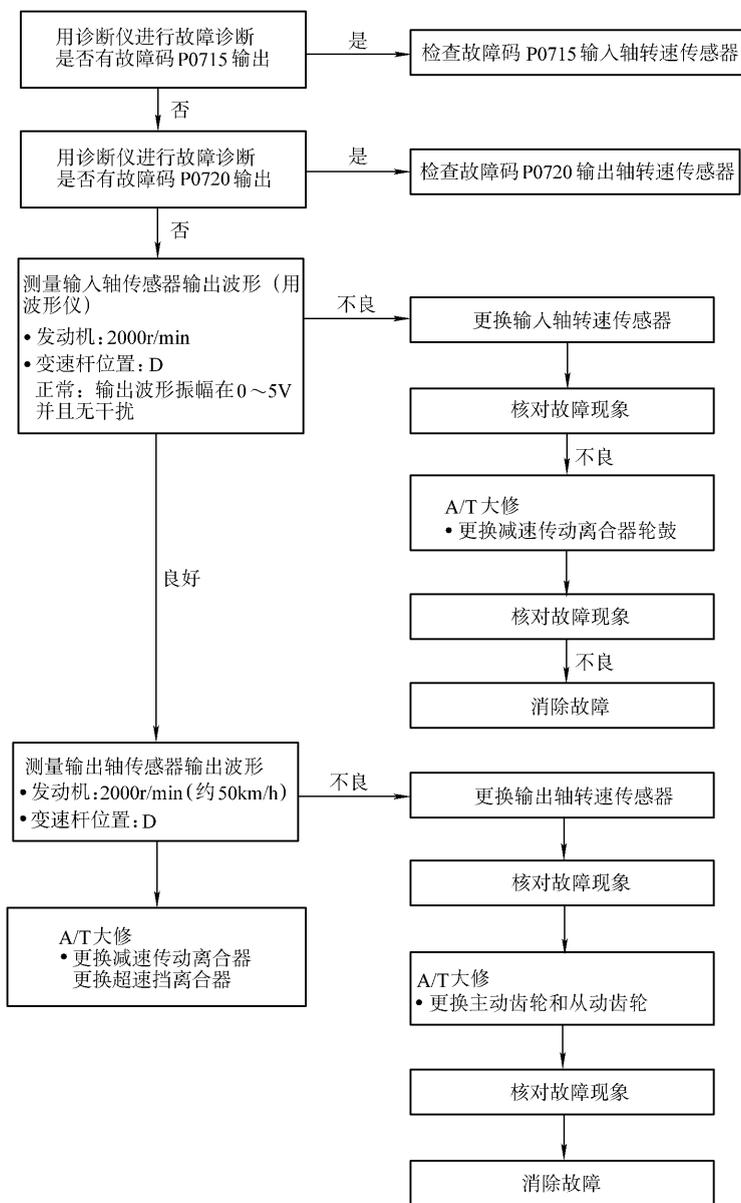

图 7-31 DTC P0734——4 档传动比不正确故障诊断流程图
4 档换档完成后如果输出轴转速传感器的值乘以 4 档传动比的值不等于输入轴的值，则输出 DTC P0734。如果 DTC P0734 出现 4 次，变速器被锁定在 3 档进入失效保护模式。产生该故障的原因可能有：①输入轴转速传感器不良；②输出轴转速传感器不良；③减速传动离合器轮鼓不良；④主动齿轮或从动齿轮不良；⑤低倒档制动器系统不良；⑥减速传动离合器不良；⑦产生干扰等。DTC P0734——4 档传动比不正确故障诊断流程如图 7-31 所示。